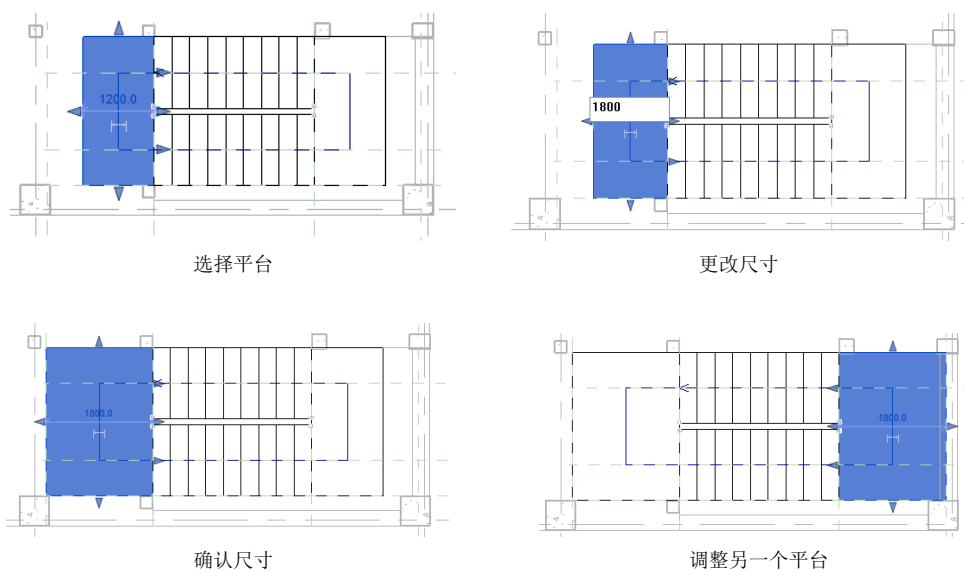

图 15-91 调整平台大小
(13) 双击步骤(12)创建的楼梯, 打开“修改|创建楼梯”选项卡, 选择平台, 双击平台上的尺寸, 更改平台尺寸为“1800”, 按 Enter 键调整平台宽度, 采用相同的方法, 调整另一个平台大小, 如图 15-91 所示。单击“模式”面板中的“完成编辑模式”按钮, 完成楼梯平台的修改。